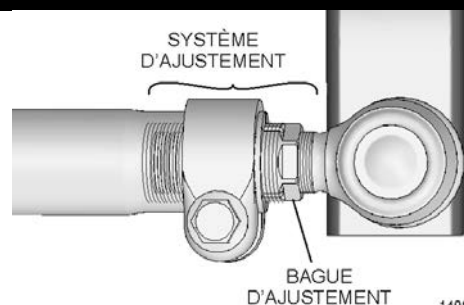

FIGURE 6
9. Pour prévenir des interférences entre les vis de colliers de serrage et les autres composantes de la direction, la vis doit être orientée tel qu'indiqué à la FIGURE 6. **Serrer l'écrou à 118-133 lb-pi.**